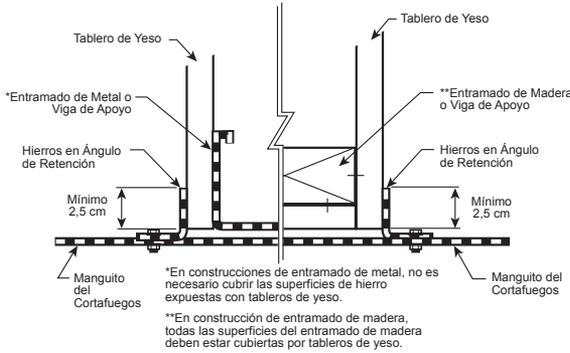

Figura 3
- b. Fije los paneles de pared de yeso en 30,5 cm de centro a centro a todos los entramados y rebordes del conducto que rodean la abertura. Consulte la Figura 3.